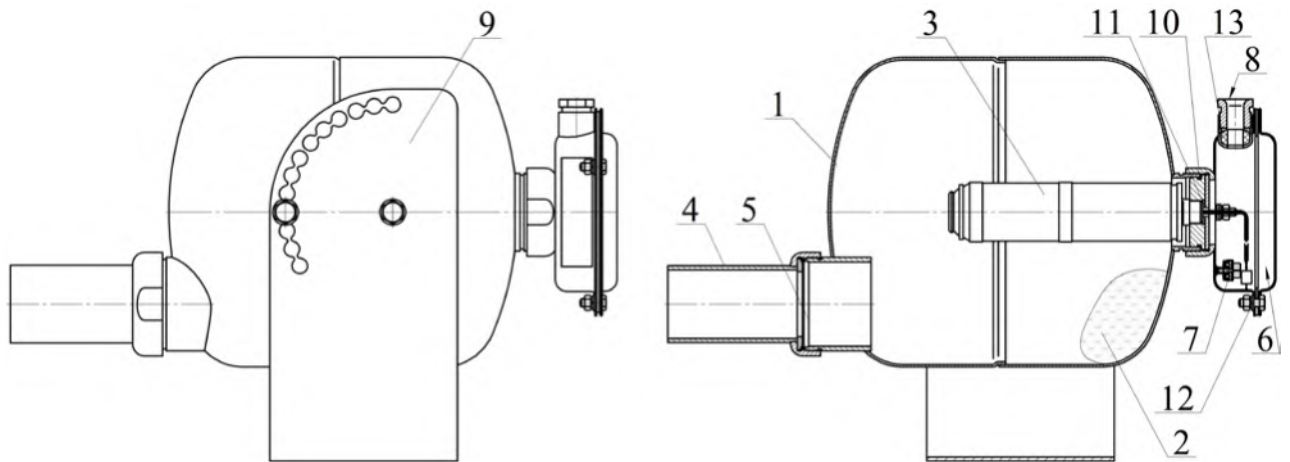

Рисунок 1
МПП (см. рисунок 1) состоит из корпуса **1**, в котором размещаются огне-тушащий порошок (ОП) **2** и источник холодного газа (ИХГ) **3**.
2.1.3 Закрепить кронштейн 9 (см. рисунок 1) на потолке, стене или иной несущей плоскости, расположенной под любым углом относительно поверхности пола. Координаты отверстий в кронштейне, предназначенном для крепления МПП, приведены на рисунке 3.